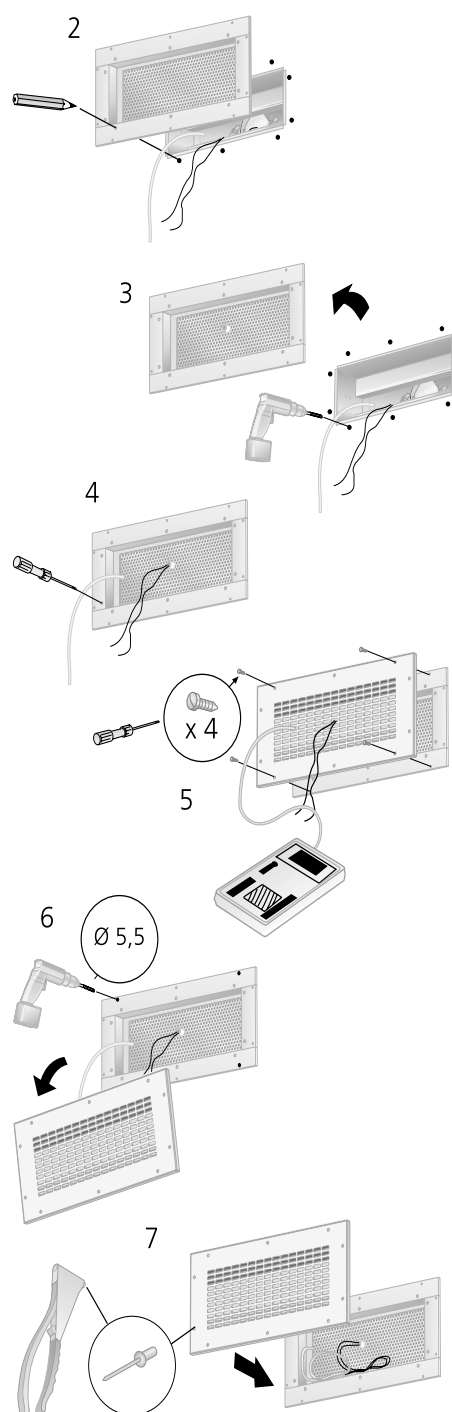

Abb. 2. ROW + ALV.
Die Einregulierung muss nach Montage der Strahlkomponente erfolgen. Messschlauch und Klappenschnüre werden durch die Perforierungen aus dem Luftauslass herausgeführt. Danach werden die Schnüre an den Verschlusschrauben im Luftverteilungsbalken befestigt. Siehe Abb. 2.
7. Strahlkomponente mit Stahl-Blindnieten festnieten. Siehe Abb. 2.